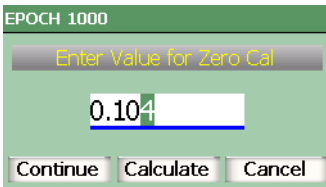

图 9-5 为零位校准输入数值对话框
- 待读数稳定后，选择 **1/5 > Auto CAL**（自动校准）> **CAL Zero**（校准零位）。屏幕被冻结，并出现 **Enter Value for Zero Cal**（为零位校准输入数值）对话框（参见第 132 页的图 9-5）。